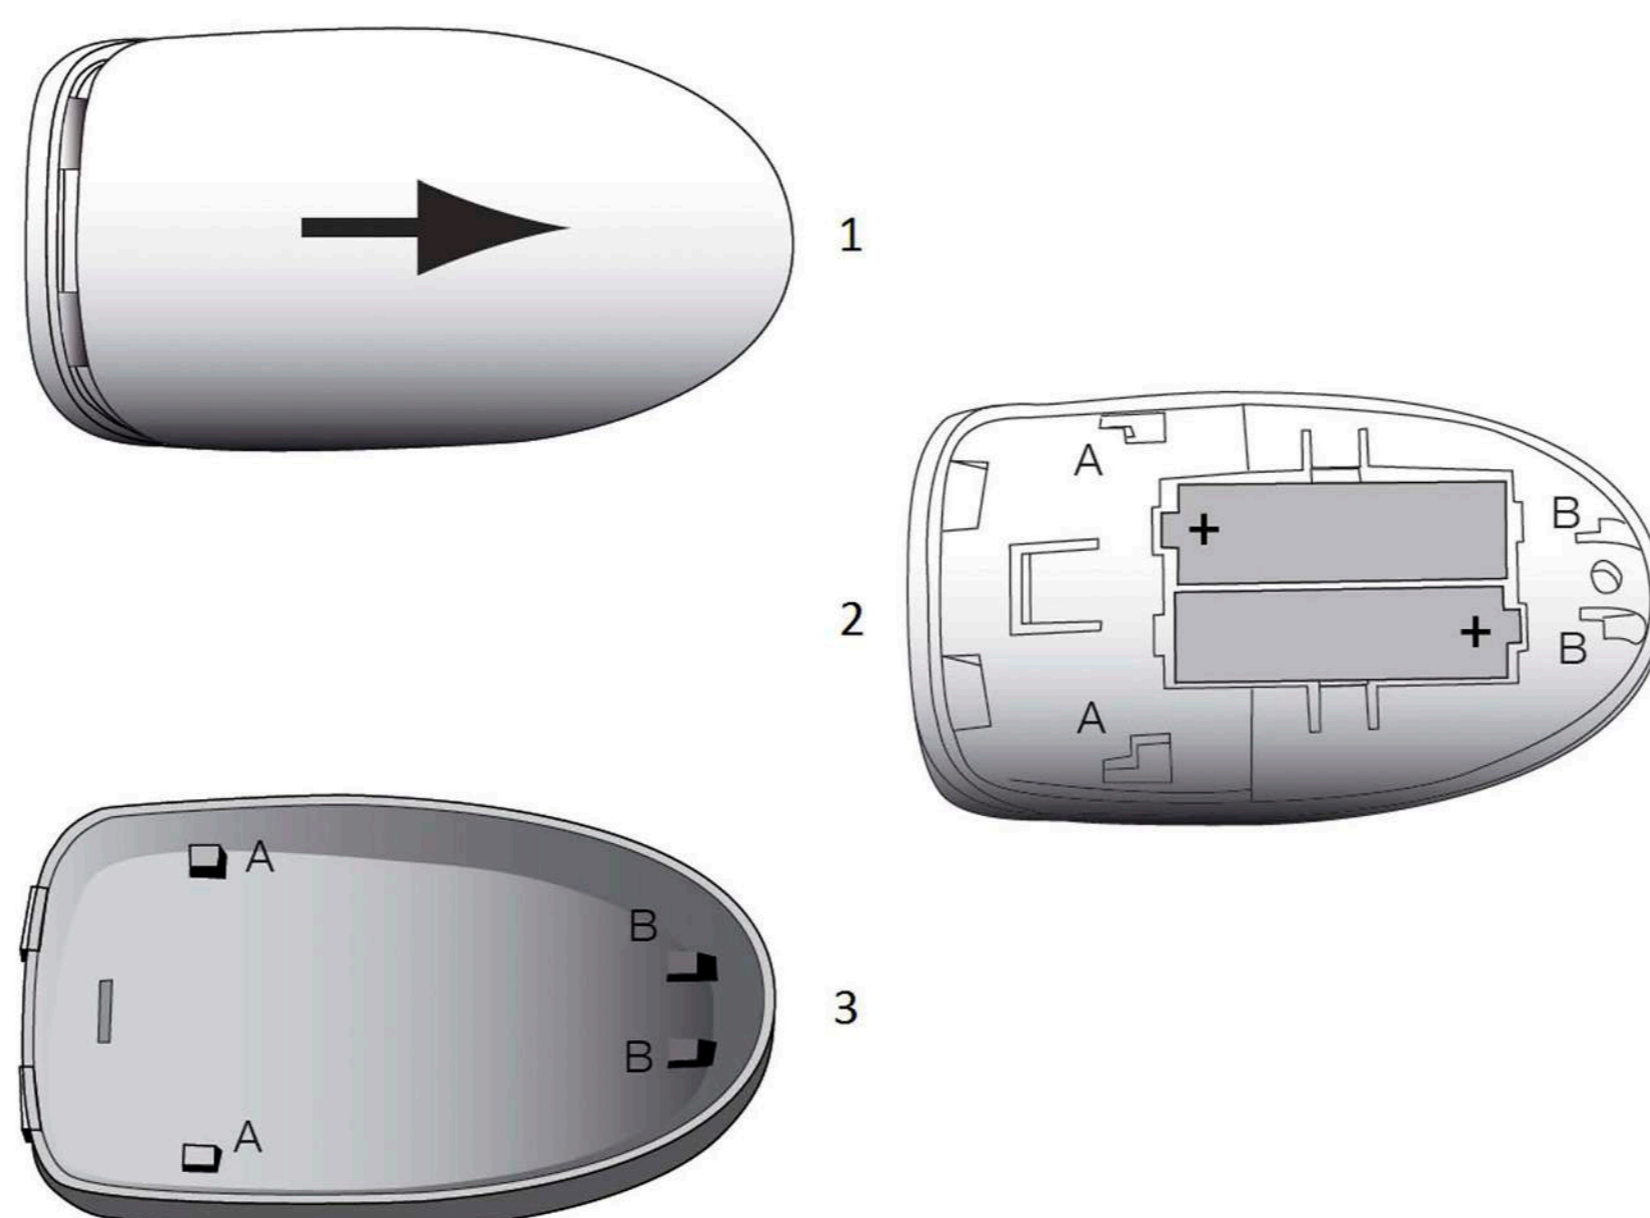

Рисунок 2: Замена батареек в пульте удаленного управления
- Поместить новый комплект батареек в пульт. (рисунок 2).
- Установить заднюю крышку пульта, вставляя элементы А и В (рисунок 3) в соответственные разъемы на основании пульта. (рисунок 2).